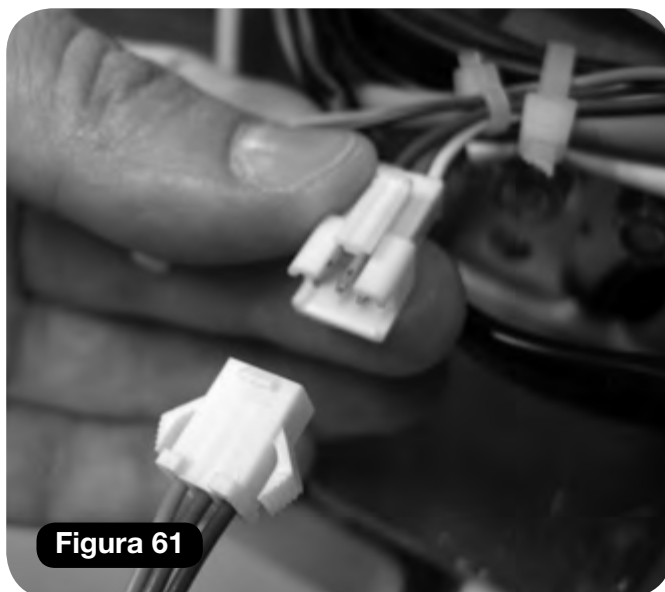

Figura 61
- e Conecte el haz de cables de la palanca (naranja, azul y verde) **(Figura 61)**.